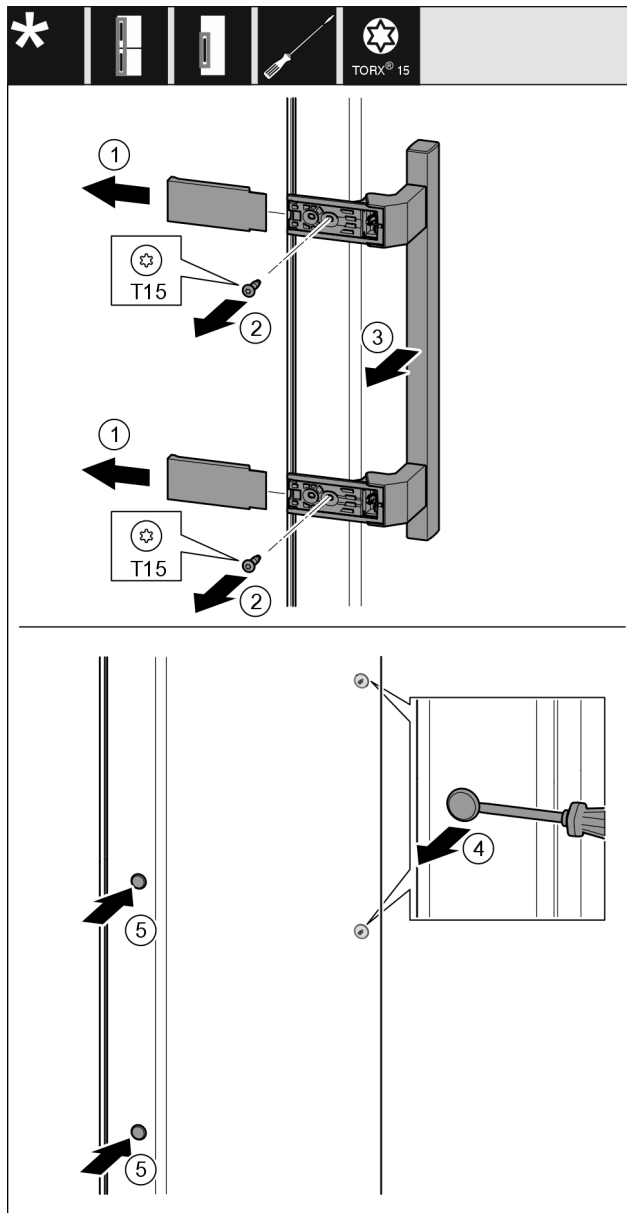

Fig. 49
- ▶ Снимите крышку Fig. 49 (1).
- ▶ Выкрутите винты Fig. 49 (2) отверткой.
- ▶ Снимите ручку Fig. 49 (3).
- ▶ Осторожно приподнимите шлицевой отверткой боковую заглушку Fig. 49 (4) и извлеките ее.
- ▶ Снова установите заглушку Fig. 49 (5) с другой стороны.